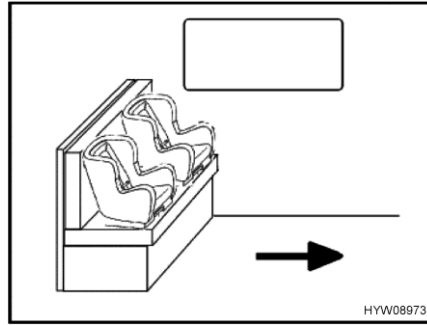
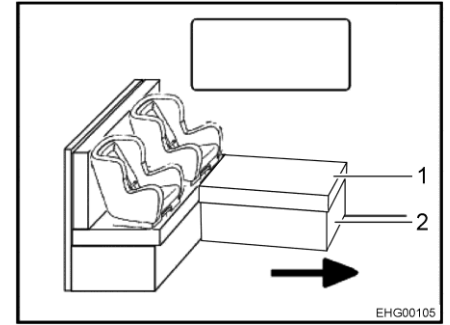

Fig. 21 Asientos infantiles en el banco
Fig. 22 Asientos infantiles en el banco L
La flecha en Fig. 21 y en Fig. 22 muestra la dirección de marcha.
- Quitar el cojín (Fig. 22,1) si es necesario.
- Plegar el bastidor de baúl (Fig. 22,2) si es necesario.